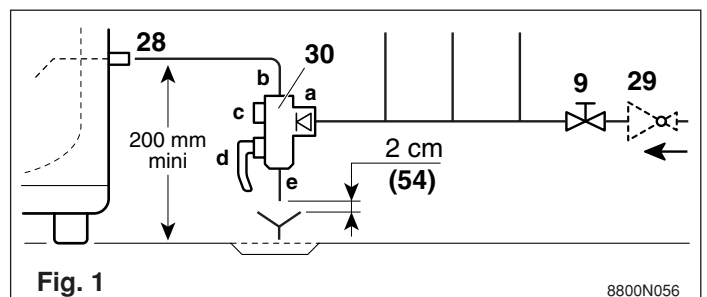

Fig. 1
- Le niveau du groupe de sécurité doit être inférieur à celui de l'entrée d'eau froide (voir **fig. 1**)